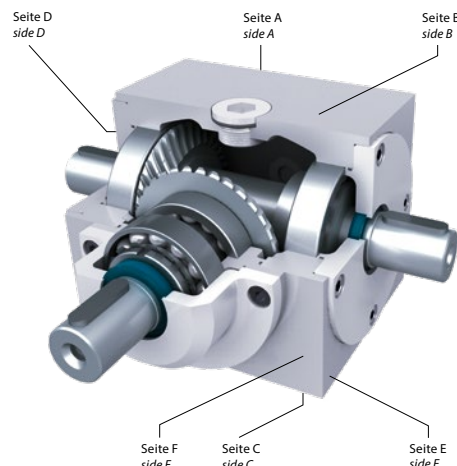

Abb. 26.3
Standardmäßig besitzen unsere Edelstahlgetriebe lediglich eine Verschlusschraube je Gehäuseseite, kein Ölschauglas und keine Befestigungsbohrungen. Befestigungsbohrungen werden nur nach Kundenwunsch an der entsprechenden Seite (Seitendefinition, siehe Seite 26, Abb. 26.3) eingebracht. Bitte bei Anfrage oder Bestellung die Seite angeben.
*As standard, our stainless steel gearboxes have only one screw plug per housing face, no oil sight glass and no mounting holes. Mounting holes are machined as per customer requirements in the specified face (for definition of faces see page 26, Fig 26.3). Please specify the face on your enquiry and/or order. specify the face on your enquiry and/or order.*
Befestigungsbohrungen werden nur auf Kundenwunsch an der/den benötigten Gehäuseseite/en eingebracht. Siehe Seitendefinition, Abb. 26.3, unten.
*Mounting holes are machined as per customer specification in the required mounting face or faces. See definition of mounting faces, Fig. 26.3 below.*
werden nur auf Kundenwunsch an der/den benötigten Gehäuseseite/n eingebracht. Zur Bestimmung der Gehäuseseiten orientieren Sie sich bitte an der nebenstehenden Abbildung zur Seitendefinition (Abb. 26.3).
**mounting holes k** are machined as per customer specification in the required mounting face or faces. To determine the correct mounting face definition, see the next illustration (Figure 26.3).
Standardmäßig besitzen unsere Edelstahlgetriebe lediglich eine Verschlusschraube je Gehäuseseite, kein Ölschauglas und keine Befestigungsbohrungen. Befestigungsbohrungen werden nur nach Kundenwunsch an der entsprechenden Seite (Seitendefinition, siehe Seite 26, Abb. 26.3) eingebracht. Bitte bei Anfrage und/oder Bestellung die Seite angeben.
*As standard, our stainless steel gearboxes have only one screw plug per housing face, no oil sight glass and no mounting holes. Mounting holes are machined as per customer requirements in the specified face (for definition of faces see page 26, Fig 26.3). Please specify the face on your enquiry and/or order.*